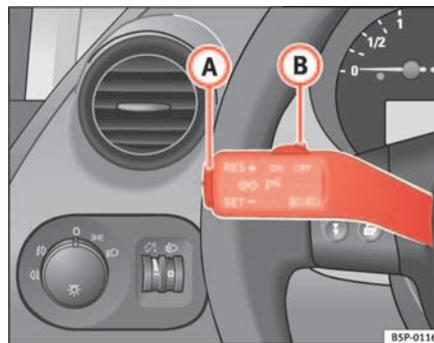

Fig. 141 Leva degli indicatori di direzione e degli abbaglianti: l'interruttore e il tasto di comando del regolatore di velocità
- Se si desidera aumentare la velocità programmata, premere sulla parte superiore del tasto **RES** ⇒ fig. 141 **A**. La velocità sale finché si tiene premuto il tasto. Il sistema memorizza come parametro di riferimento la velocità raggiunta nel momento in cui si lascia andare il tasto. ▶
Se si riduce la velocità schiacciando il pedale del freno, il regolatore si disattiva. Per riattivare il regolatore di velocità si deve premere una volta sulla parte superiore del tasto **RES+** ⇒ pag. 179, fig. 141 **(A)**.